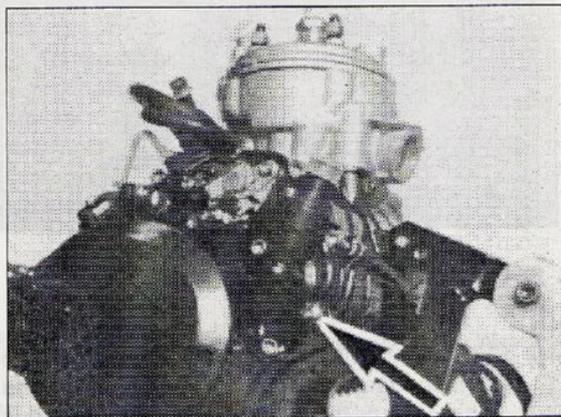

Fig. 17
a) rimuovere la vite di scarico acqua posta sul coperchio della pompa (Fig. 17) ed attendere che tutto il liquido refrigerante sia uscito. (Tale operazione va eseguita solamente se il motore non viene rimosso dal telaio della moto; se il motore è già stato rimosso l'operazione dovrebbe essere già stata eseguita prima della rimozione).
a) remove the outflow screw fitted on the pump-cover (Fig. 17) and let the cooling liquid drain-out completely. (This operation must be carried out only if the engine is not removed from the chassis of the motor-bike; if the engine has already been removed, the operation should have been carried out before removal).